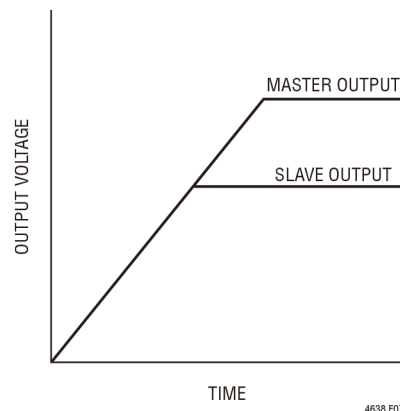

图 7. 输出重合跟踪波形
重合输出跟踪可以认为是特殊的比率输出跟踪, 即主稳压器的输出压摆率 (MR) 与从稳压器的输出压摆率 (SR) 相同, 波形如图 7 所示。